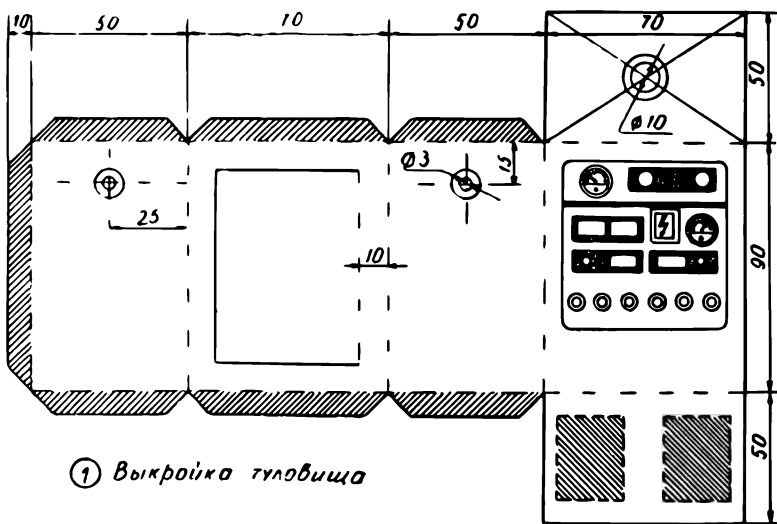
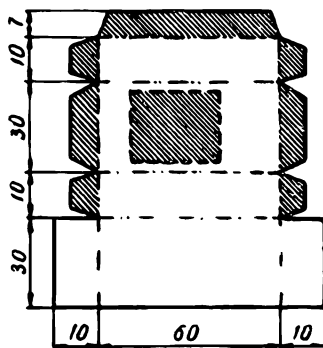

Рис. 19
Рис. 21
1. Детали 1 (рис. 19), 2, 3, 6, 7 (рис. 20), 4 и 5 (рис. 21) вырезают из чертежной бумаги или тонкого цветного картона, делают патроны для лампочек (объяснение изготовления см. ниже).
3. Прорезают или прокалывают в деталях 1, 2, 3, 4, 5 все указанные отверстия (рис. 19, 20).